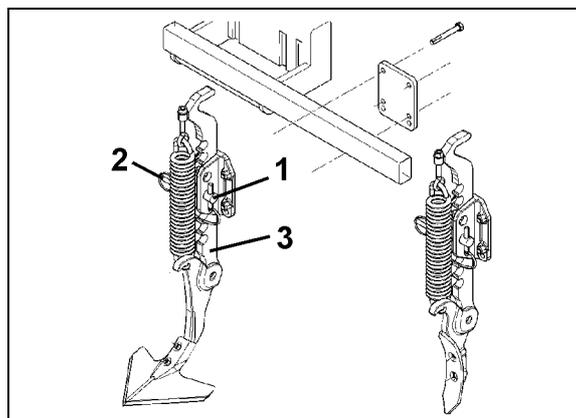

Fig. 28
3. Ajustar a profundidade de trabalho mudando a cavilha (Fig. 28/1) no dentado do dispositivo de desagregação do rasto (Fig. 28/3) e proteger com o encaixe de charneira (Fig. 28/2).